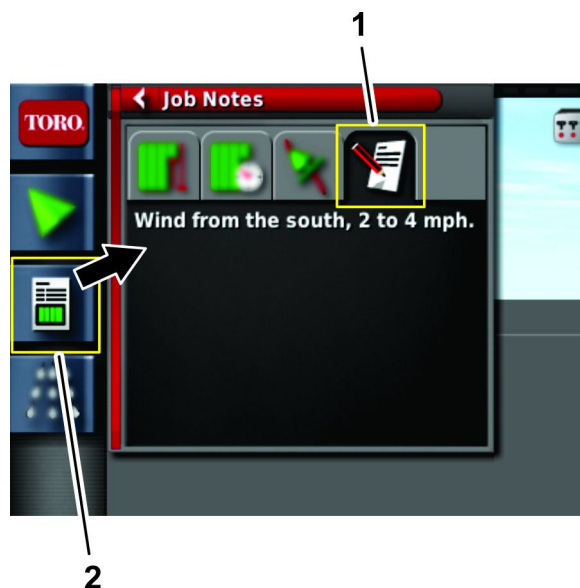

図 26
1. 作業情報アイコンを開く 図 26。
2. 作業ノートアイコンを押す 図 26。